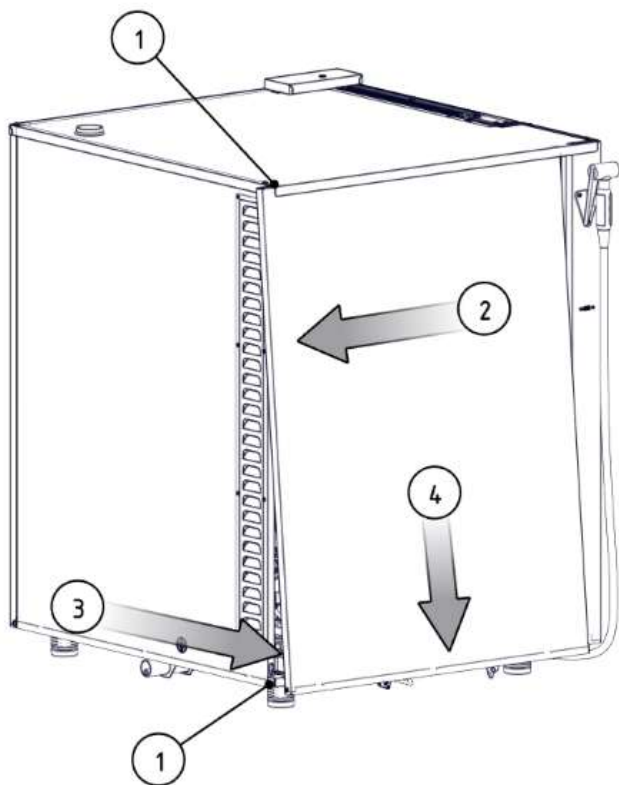
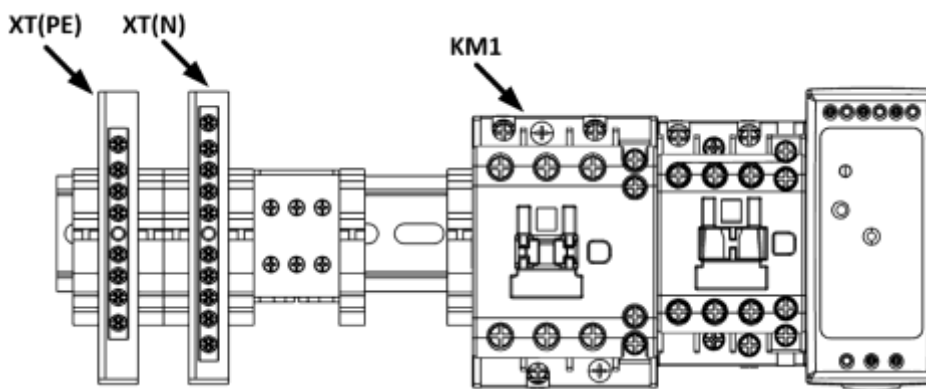

Рис. 18 – Снятие левой стенки
Рис. 19 – Замена шнура питания
9. для чистки стекла двери следует использовать хорошо впитывающую кухонную (промокательную) бумагу. Трудно удаляемые загрязнения отчищайте с помощью губки, смоченной в растворе моющего средства. Для открытия стёкол двери одновременно потяните за края стекла (рис. 19);
3. Снять левую стенку открутив 2 винта (поз.1, рис. 18) и выполнив последовательно действия, обозначенные 2,3 и 4
4. Отсоединить шнур от заземляющей шины ХТ(РЕ), нулевой шины ХТ(N) и вводного контактора (KM1);
5. Ослабить кабельный ввод (поз.1, рис. 19) вынуть повреждённый шнур питания;